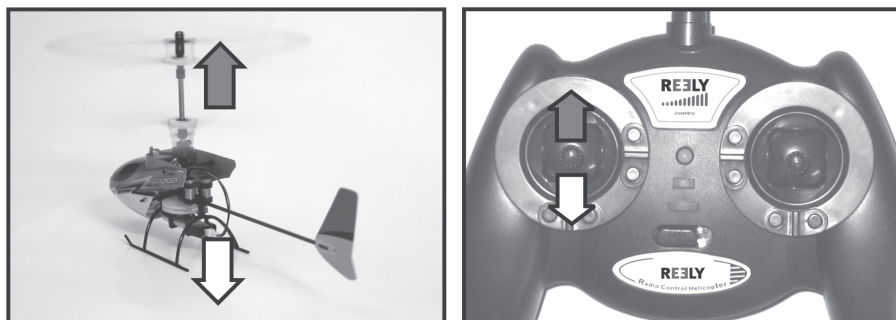

Figure 11
La fonction Pas permet de régler la hauteur de vol de l'hélicoptère (voir figure 11). La commande s'effectue au moyen du levier de commande de gauche (voir également figure 1, pos. 8).